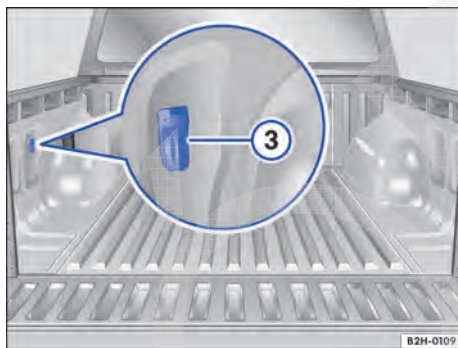

Fig. 97 No compartimento de carga: tomada 12 V.
- Eventualmente no porta-objetos no painel de instrumentos ②.
- Eventualmente, na parede lateral esquerda do compartimento de carga ⇒ Fig. 97 ③.